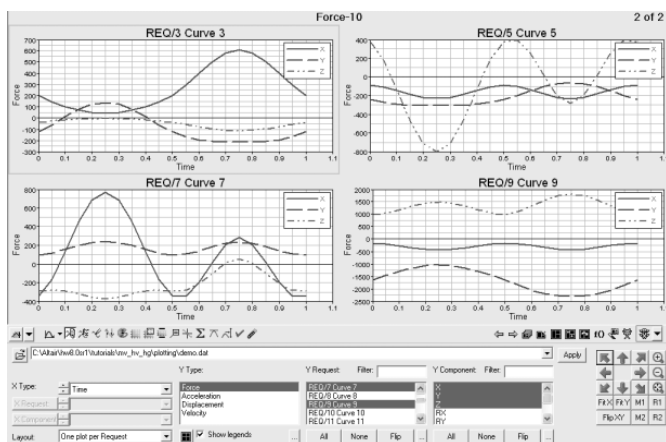

图 13-81 多个窗口同时创建多条曲线
- (1) 确认 X type 栏中选择为 Time。
- (2) 在 Y type 栏中选择 Force。
- (3) 在 Y Request 栏中仍选择 REQ/3、REQ/5、REQ/7 和 REQ/9。
- (4) 在 Y Component 栏中按住 〈Ctrl〉 键并同时选择 X、Y 和 Z。
- (5) 或者首先选择 X，然后按住 〈Shift〉 键选择 Z，此时处于 X 和 Z 之间的数据全部选中
- (6) 或者通过鼠标拖动选中 X、Y 和 Z。
- (7) 在 Layout 栏中选择 One plot per Request。
- (8) 此选项用来控制为每个选中的 Y request 分别创建一个窗口并在窗口中绘图。每个窗口中将创建所选择的 Y components 的所有曲线。窗口名为 Y Request 名称，曲线名为 Y Component。
- (9) 单击 Page Layout (■) 按钮，选择一个页面 4 个窗口布局形式。
- (10) 单击 Apply 按钮创建窗口和曲线，如图 13-81 所示。